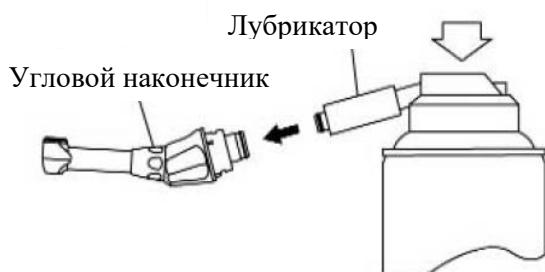

Рисунок 31
- вставьте лубрикатор в угловой наконечник (см. Рисунок 31);